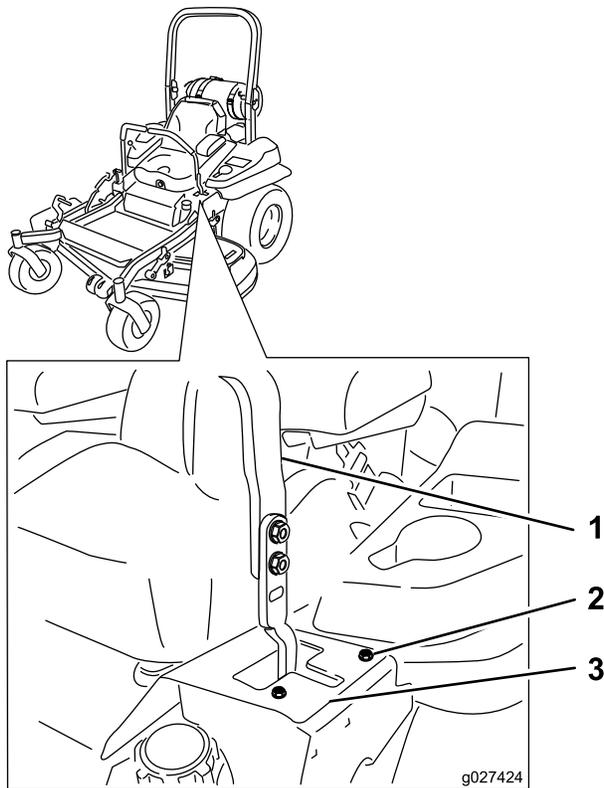

Figura 62
hasta que la máquina avance en línea recta (Figura 62).
- Si se desvía hacia la izquierda, afloje los pernos y ajuste la chapa del tope derecho hacia atrás en la ranura en T de la derecha hasta que la máquina avance en línea recta (Figura 62).
6. Apriete la chapa del tope (Figura 62).